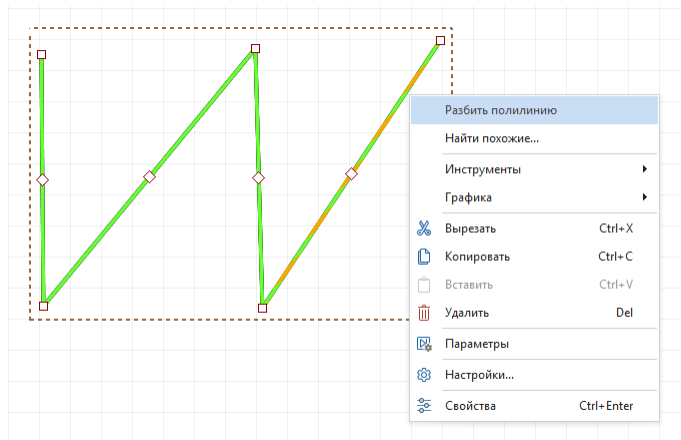

Рис. 299 Инструмент «Разбить полилинию»
2. Вызовите с нее контекстное меню и выберите пункт «Разбить полилинию», Рис. 299.